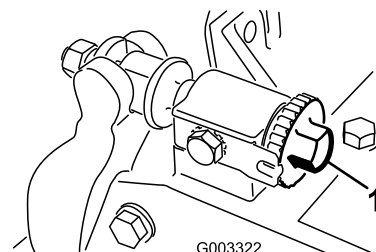

図 10
2. ベッドバー調整ねじを左に回してベッドナイフとリールの接触をなくす図 10。